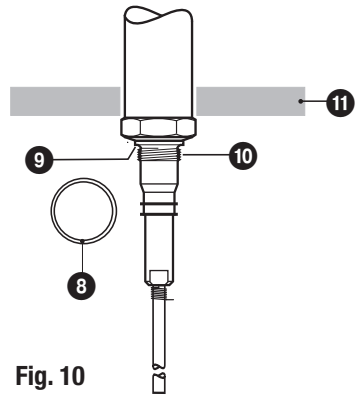

Fig. 10
2. Posizionare la guarnizione ⑧, in dotazione, sulla sede della sonda o sulla flangia. **Fig. 10**
3. Applicare sulla filettatura ⑩ della sonda una piccola quantità di grasso a base di silicone (ad es. WINIX® 2150).
4. Avvitare la sonda di livello nella filettatura della flangia della caldaia e serrare con chiave fissa da 36 (41) mm. Coppia di serraggio: **160 Nm a freddo** (NRG 16-11, NRG 17-11, NRG 19-11) o **475 Nm** (NRG 111-11).